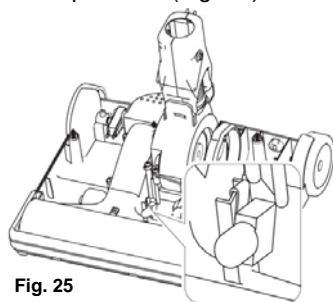

Fig. 25
6. Soulevez délicatement le couvercle de plastique sur la buse d'aspiration. (Fig. 25)